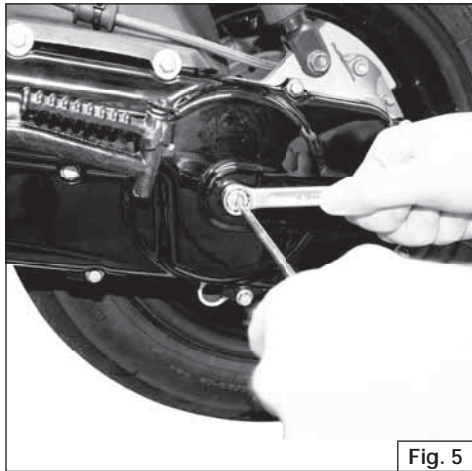

Fig. 5
- Tenendo fasato il porta cuscinetto, serrare il dado esterno (Fig. 5)
- Tighten completely the bearing holder nut while maintaining its alignment (Fig. 5)
- Serrer les vis externes en tenant fermement le porte roulement (Fig. 5).
- Jetzt ist die Variatorabdeckung montiert und ausgerichtet. Nun endgültig die Mutter der Lagerbuchse festziehen (Abb.5).
- Teniendo puesto en fase el porta cojinete , apretar la tuerca externa (Fig. 5).